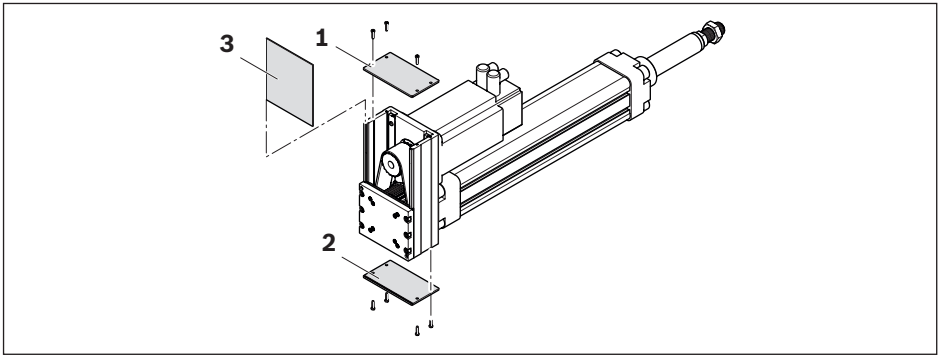

Fig. 26: Montaje de las protecciones
8. Encastrar la placa frontal **(3)** en las ranuras y atornillar las protecciones **(1)** y **(2)** ➡ Fig. 26 de la página 37.